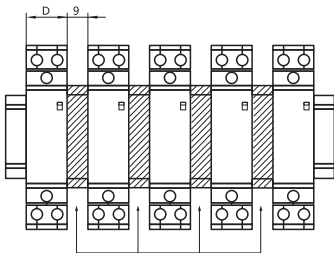

图3 间隔件安装尺寸
3.1.4 间隔件使用说明：当接触器间、接触器与断路器间紧靠安装时，需安装间隔件以利于散热（见图3）；当配电箱内温度超过+40℃时，接触器需要降容使用。